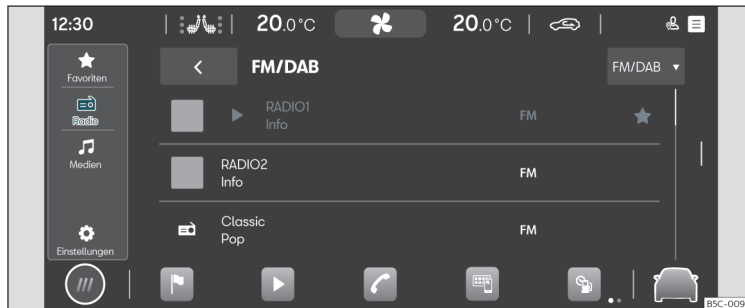

Abb. 135 Schematische Darstellung: Ansicht Radio
- Drücken Sie **HOME** > ► > >>> **Abb. 135**.